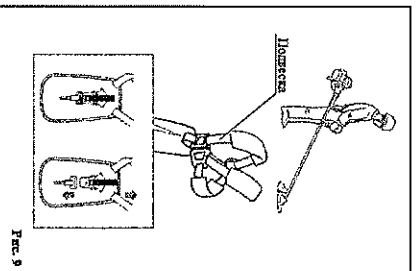

Рис. 9
6. Установка подставки (рис. 9)